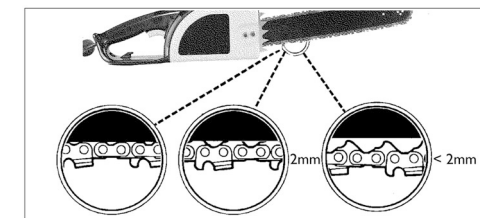

Fig. 4
ist während der Einlaufzeit der Maschine normal und die Abstände zwischen zukünftigen Justierungen wachsen rasch an (Abb. 4).
**VORSICHT:** Wenn eine Kette ZU LOCKER oder ZU FEST ist, werden Schienenkette und Sägeanlager schneller verschleissen. Betrachten Sie Abb. 4 für Informationen über die korrekte Kältespannung (A), Wärmespannung (B) und als Hinweis, wann die Sägekette justiert werden muss (C).
**VORSICHT:** Wenn die Kette zu locker ist, sich also beim Eindringen mit dem Finger mehr als 3 mm senkt, wie in Abb. 4 gezeigt, muss sie justiert werden; andernfalls kann die Verweildauer über dem Limit liegen.